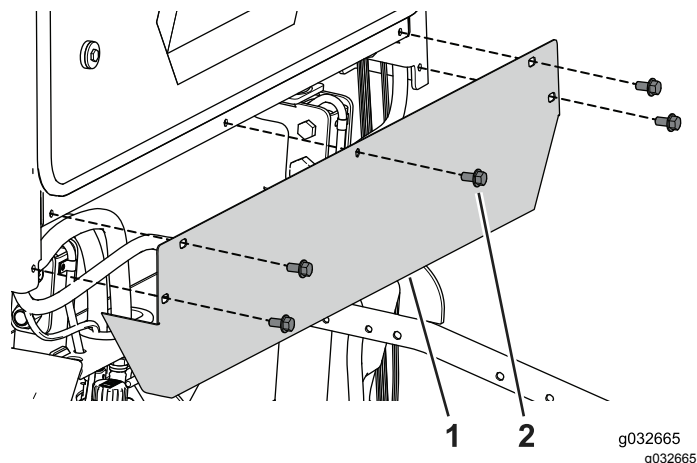

Figura 107
1. Retire os 5 parafusos que prendem a cobertura traseira à cabina (Figura 107).